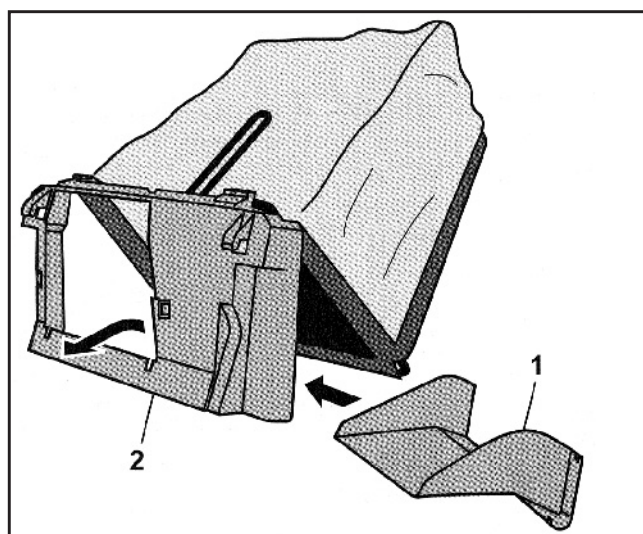
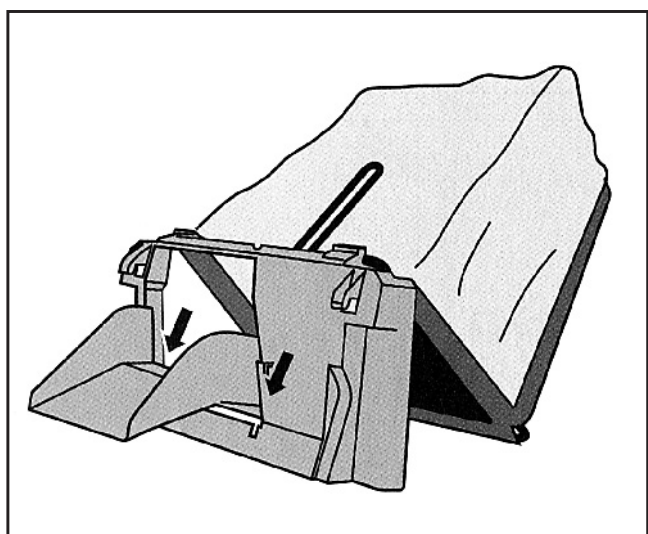

Fig. 4
Fig. 5
- Engagez le bec dans l'ouverture par la face arrière du volet (Fig. 4) et positionnez-le (Fig. 5).
- Introduzca el pico en la abertura por la parte trasera de la trampilla (fig. 4) y colóquelo (fig. 5).
- Enfie o bico na abertura pela parte traseira da tampa (fig.4) e posicione-o (fig.5).